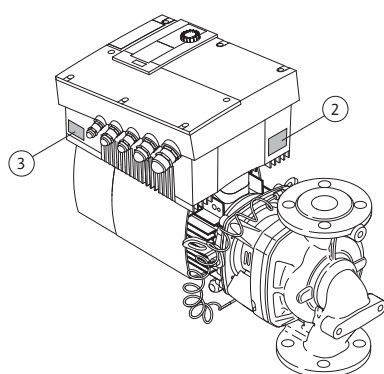

Fig.12: Tyypikilpien sijainti:
- Käyttölaitteen tyypikilpi on invertterissä kaapeliläpivientien puolella (Fig. 12, kohta 3). Sähköliitäntä on tehtävä käyttölaitteen tyypikilven tietojen mukaisesti.
- Master-pumpun paine-eroanturin mittauspisteiden pitää olla kyseisessä koontiputkessa kaksoispumppuaseman imu- ja painepuolella (Fig. 12).